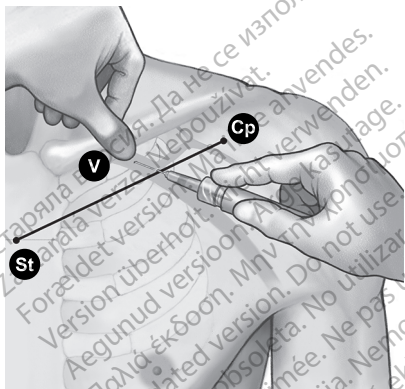

Figura 8. Ubicación del pulgar y entrada de la aguja
- Oprima con el pulgar sobre el dedo índice y proyecte 1-2 centímetros por debajo de la clavícula para proteger el músculo subclavio de la aguja (cuando exista hipertrofia del músculo pectoral, el pulgar deberá proyectar unos 2 centímetros por debajo de la clavícula ya que el músculo subclavio estará también hipertrofiado) (Figura 8 Ubicación del pulgar y entrada de la aguja en la página 20).